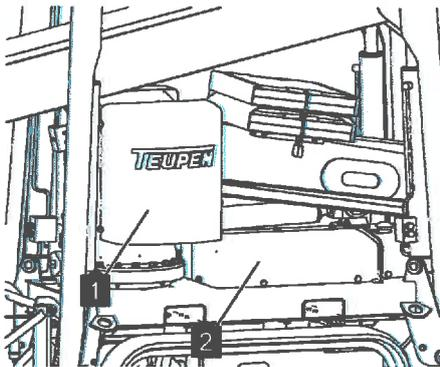

Abb. 89: Abdeckhauben abnehmen
2. ↪ Abdeckhauben (Abb. 89/1 und 2) abnehmen.
Unter der Abdeckhaube (Abb. 89/1) befinden sich die Ventile zum Bühnenbetrieb (☞ Kapitel 6.13 „Ventilbelegungen“ auf Seite 95) und unter der Abdeckhaube (Abb. 89/2) die Ventile zum Stützenbetrieb (☞ Kapitel 6.13 „Ventilbelegungen“ auf Seite 95).